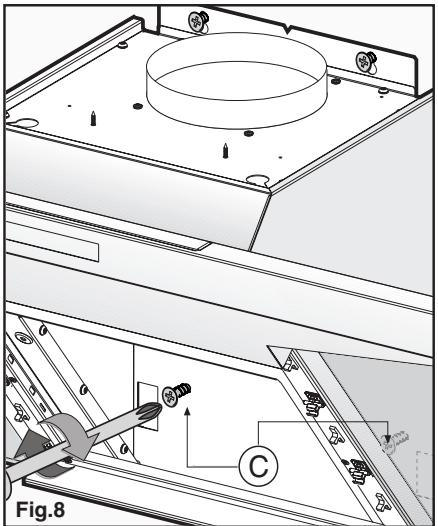

Fig.8
- A regolazione avvenuta fissare la cappa definitivamente tramite le **2** viti **C** (fig.8).